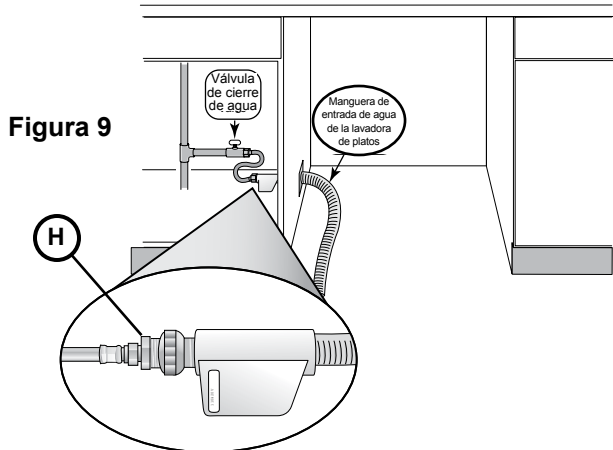

Figura 9
Instale una válvula de cierre de fácil acceso (no suministrada) en la línea de suministro de agua caliente, como se muestra en la **Figura 9**. Todas las conexiones con soldadura deben realizarse antes de que se conecte la línea de agua a la lavadora de platos.
**NOTA:** El extremo de la manguera de entrada de agua de la lavadora de platos es pesado y necesitará sujetarse. Es mejor dejar el extremo sobre el piso del gabinete como se muestra en la **Figura 9**.